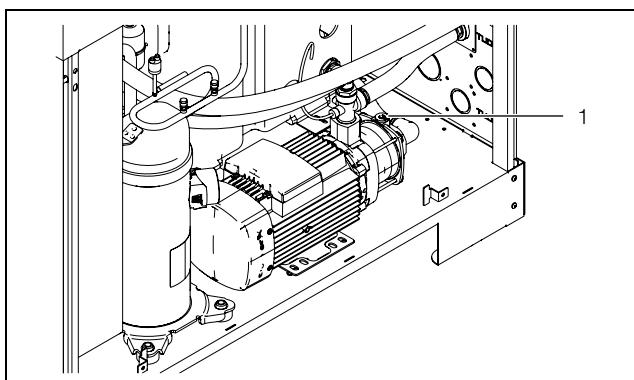

Imagen 13: Purgado de la bomba del medio refrigerante
- Purgue la bomba del medio refrigerante (en reposo) abriendo el tornillo de purga (imagen 13, pos. 1). La purga de la bomba concluye en el momento que rebosa medio refrigerante del tornillo de purga.